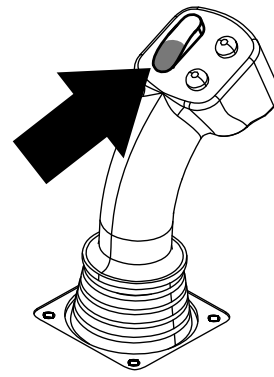
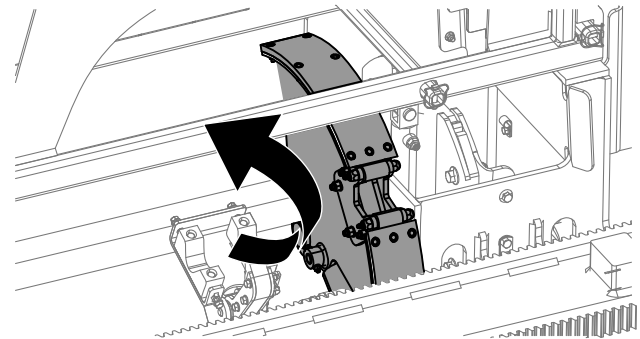

Figure 18
Figure 19
9. Maintenez le bas de l'interrupteur à bascule enfoncé (Figure 18) jusqu'à ce que la came tourne vers la rangée sélectionnée sous le porte-tiges (Figure 19).